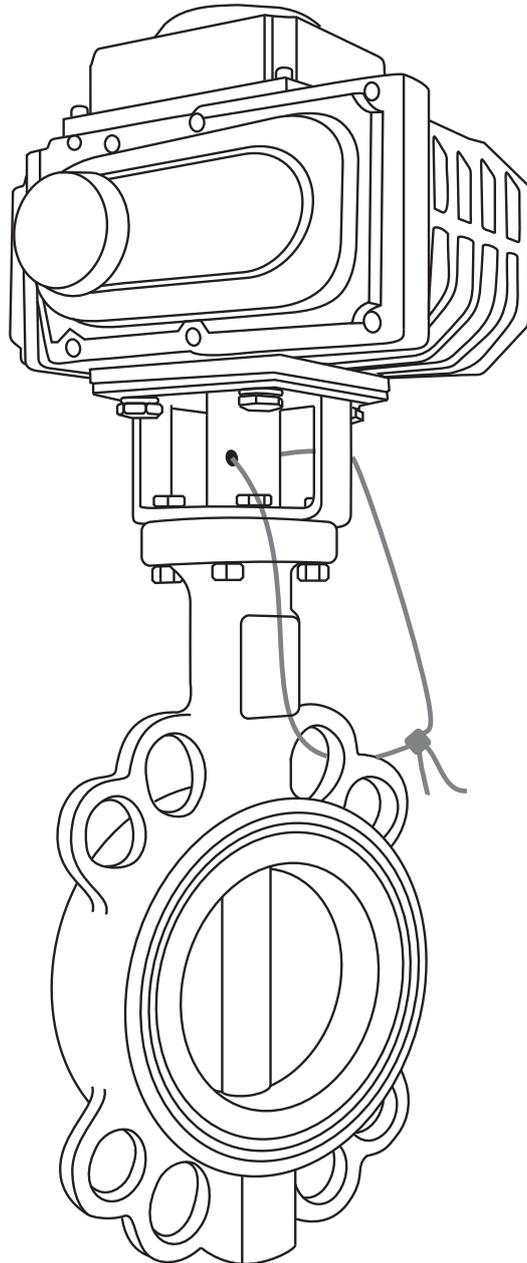

Рис. 7
8. Для опломбировки проденьте проволоку через отверстие в муфте и центрирующую проушину, затем зафиксируйте проволоку и пломбу (рис.7).